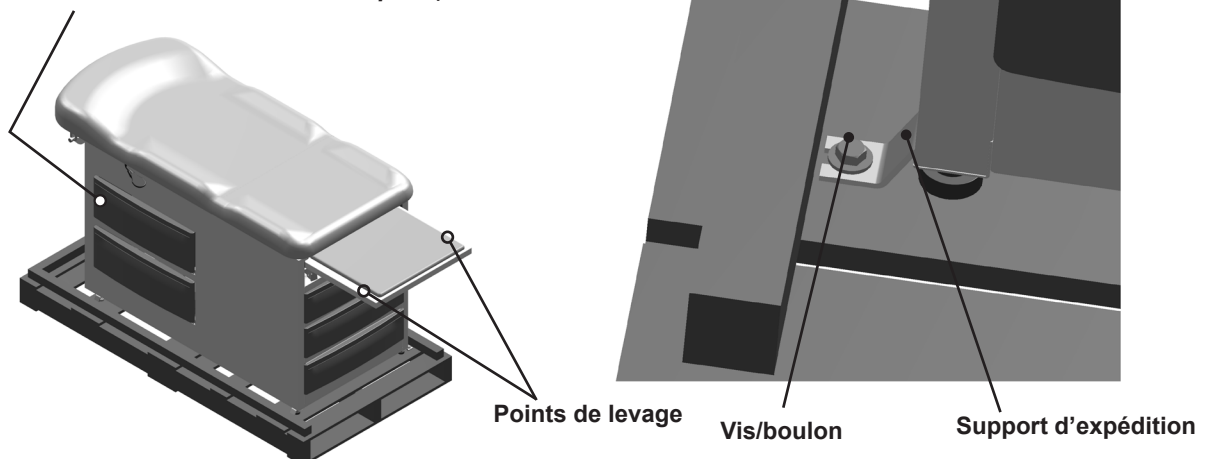

Figure 3. Points de levage de la table
2. Déboulonnez la table de la palette d'expédition en ôtant les 4 boulons et vis de la palette avec une clé à douille de 1/2 po et enlevez le support d'expédition. Voir la Figure 3.
3. Enlevez la table de la palette d'expédition en soulevant aux points de levage corrects indiqués à la figure 3. La rallonge pour jambes et l'ouverture du tiroir peuvent servir de points de levage.
- Pour éviter d'abîmer la table, soulevez seulement aux points indiqués à la figure 3.